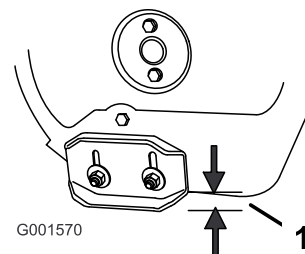

Рисунок 33
2. Ослабьте затяжку гаск, крепящих оба полоза к боковинам шнека, так, чтобы шнек мог легко перемещаться вверх и вниз (Рисунок 33).